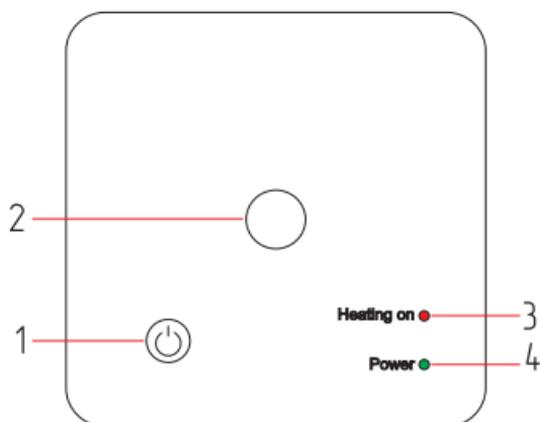

Рис.3 Элементы управления и индикация приемника
- Для выбора канала связи необходимо осуществить сопряжение кодов терморегулятора и приемника. Для этого длительно нажмите кнопку сопряжения кодов на приемнике (**Рис.3, поз.2**), пока индикатор «ВКЛ» (**Рис.3, поз.4**) не начнет быстро мигать.
- Выключите терморегулятор, нажмите и удерживайте кнопку «SET», пока код не отобразится на дисплее, затем снова нажмите кнопку «+». В правом верхнем углу отображается символ **■■■■**, который показывает, что соединение установлено. После некоторого времени индикатор (**Рис.3, поз.4**) перестанет мигать. Сопряжение кодов термостата и приемника выполнено. В случае потери сигнала связи или WiFi соединения индикатор (**Рис.3, поз.4**) будет медленно мигать.